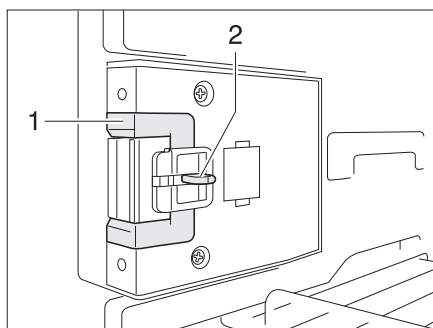
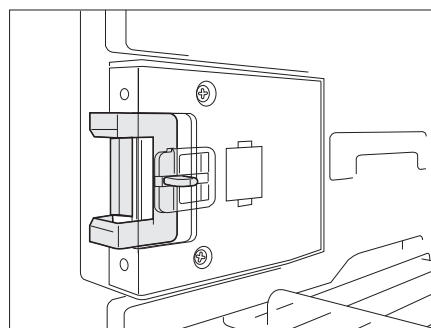

Fig. 232 Dispositivo de cierre en posición normal
Fig. 233 Dispositivo de cierre en posición de ventilación
- Hundir el desbloqueo (Fig. 232,2).
- Empujar el dispositivo de cierre (Fig. 232,1) hacia delante (Fig. 233).